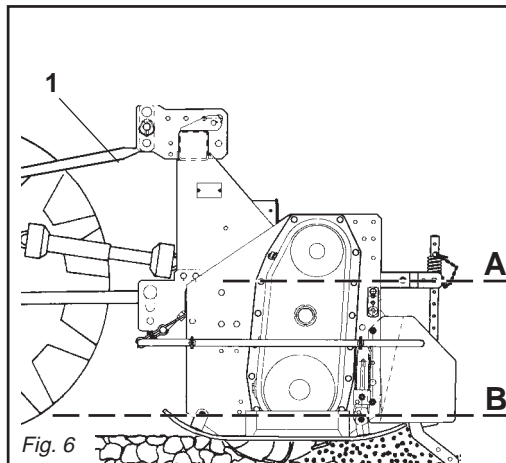

Fig. 6
- 4 - Collegare il terzo punto superiore ed effettuare una corretta regolazione con il tirante (1 Fig. 6) verificando che il piano superiore della zappatrice (A Fig. 6) risulti parallelo al piano terra (B Fig. 6). Ciò è molto importante allo scopo di ottenere il parallelismo tra l'asse della zappatrice e quello della presa di forza del trattore. Operare in queste condizioni significa limitare le sollecitazioni sulla presa di forza stessa e prolungare la durata dell'albero cardanico e della zappatrice stessa.
- 4 - *Connect the upper third-point and correctly regulate by means of the adjuster (1 Fig. 6), checking that the upper surface of the steerage hoe (A Fig. 6) is parallel to the ground (B Fig. 6). This is very important since it achieves parallelism between the axis of the steerage hoe and that of the tractor pto.*
- 4 - Den oberen Kupplungspunkt anschließen und den oberen Lenker (1 Abb. 6) korrekt einstellen. Sicherstellen, daß die obere Haubenkante der Hackfräse (A Abb. 6) parallel zum Boden (B Abb. 6) steht. Das ist sehr wichtig, um die Parallelität zwischen der Achse der Hackfräse und der der Schlepper-Zapfwelle zu erhalten. Wenn diese Parallelität gegeben ist, wird die Zapfwelle weniger belastet und das Leben von Gelenkwelle und Gerät wird verlängert.
- 4 - *Reliez le troisième point supérieur et réglez correctement à l'aide du tirant (1 Fig. 6).*
Assurez-vous que le plan supérieur de la houe rotative (A Fig. 6) soit pratiquement parallèle au terrain (B Fig. 6). Ceci est très important en vue d'obtenir le parallélisme entre l'axe de la houe et celui de la prise de force du tracteur.
- 4 - Conectar el tercer punto superior y efectuar una correcta regulación con el tirante de regulación (1 Fig. 6) controlando que el plano superior de la binadora (A Fig. 6) resulte paralelo al plano al nivel del suelo (B Fig. 6). Esto es muy importante para obtener paralelismo entre el eje de la binadora y el eje de la toma de fuerza del tractor. Esto permite limitar los esfuerzos sobre la toma de fuerza misma y hacer durar el árbol cardánico y la máquina misma.